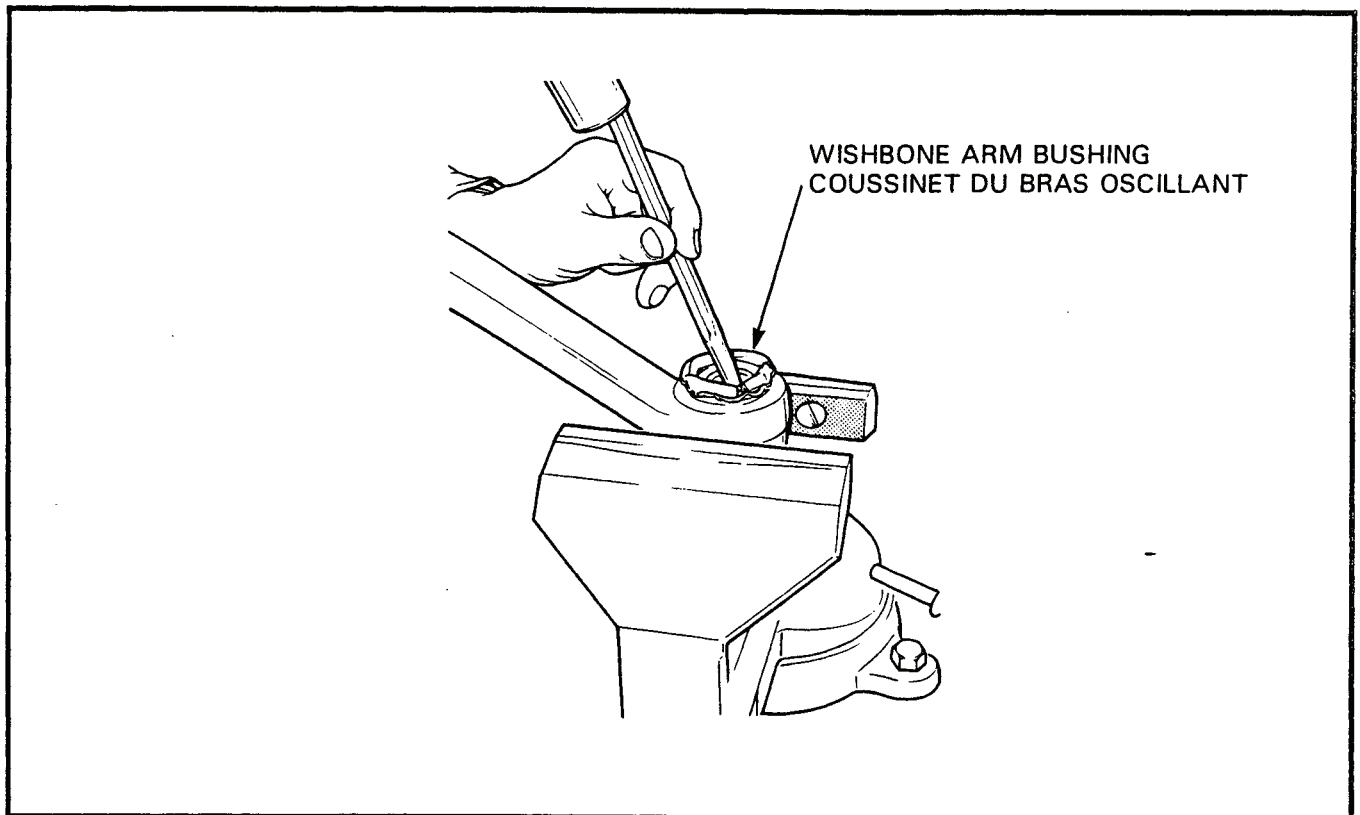

Figure 6-2-5 Removal of Wishbone Arm Bushing
- b. Clamp the arm in a vise and, using a drift and hammer, remove the rubber bushing from each side of the arm, see Figure 6-2-5. It may be necessary to apply penetrating oil to the metal casing that surrounds the bushing and loosen the casing from the arm, using a chisel and hammer.
- b. Serrer le bras dans un étau, et au moyen d'un poinçon et d'un marteau, expulser le coussinet de chaque côté du bras, voir figure 6-2-5. Il se peut qu'il soit nécessaire d'appliquer de l'huile pénétrante au boîtier métallique entourant le coussinet pour ensuite dégager le boîtier du bras au moyen d'un ciseau à froid et d'un marteau.